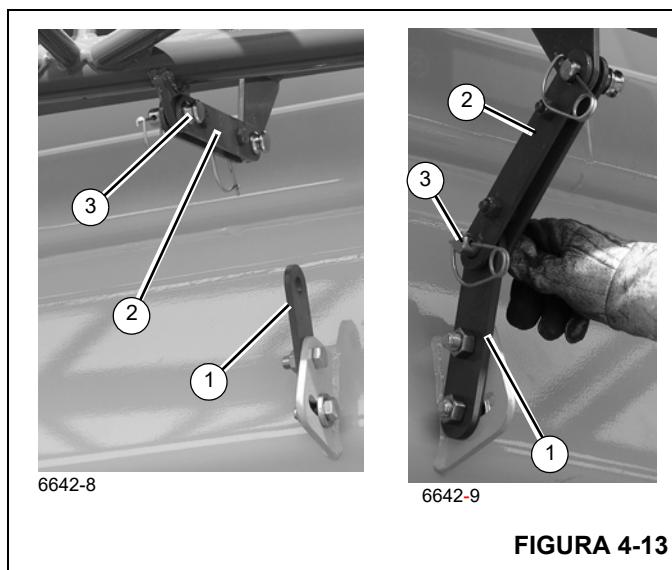

FIGURA 4-13
11. Mueva la barra de seguridad (9, Figura 4-20; 2, Figura 4-13) a la barra de fijación de la base de la pluma (1) e instale el pasador (3). Fije con la pinza de retención.